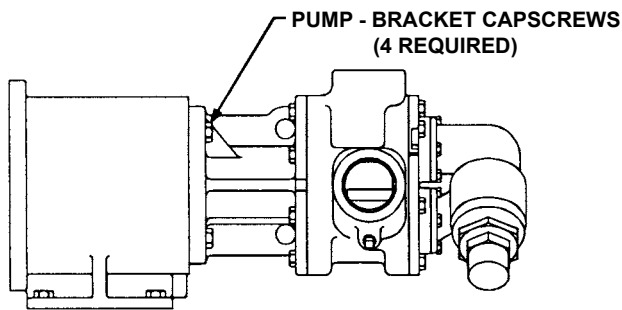

FIGURA 17
3. Sostenga la bomba desde arriba y sujete el soporte del acoplamiento para evitar que golpee mientras se une la bomba. Utilice la canastilla como guía y deslice la bomba hacia arriba hasta el soporte del acoplamiento a través de la abertura pequeña. Sujete con los cuatro tornillos de 0,5". Ver **Figura 17**.